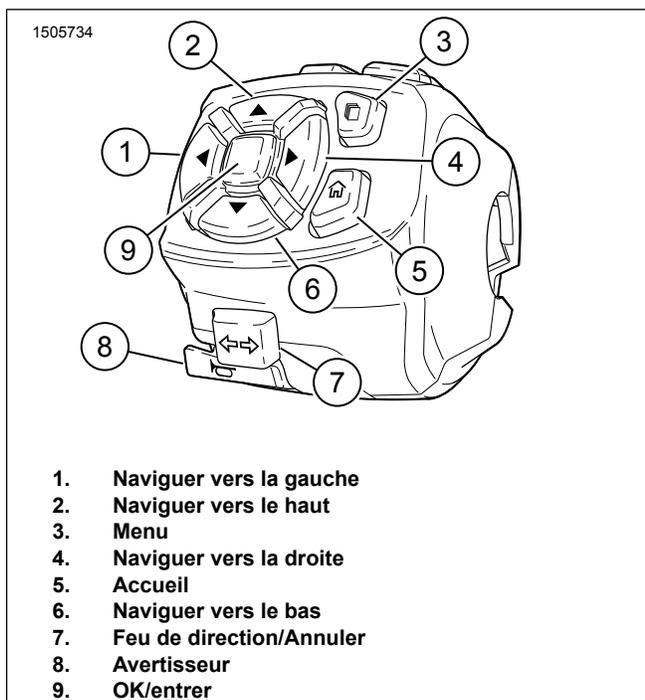

Figure 11. Module de commande gauche du guidon - Bas
Voir la figure 11. Les feux de croisement étant allumés, appuyer de manière prolongée sur la touche Haut (2) jusqu'à ce que la commande des feux antibrouillard apparaisse sur l'IM. Relâchez le bouton et appuyez à nouveau pour basculer entre allumer et éteindre. Appuyez sur OK/entrée (9) pour quitter le menu.